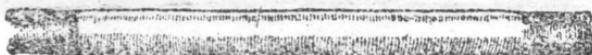

图 15 橡胶电纜的热补接头
(15)热补后将电纜自硫化热补器内取出，冷却后取出所纏的布带并将修理过的地方用砂輪加以修理。图15为热